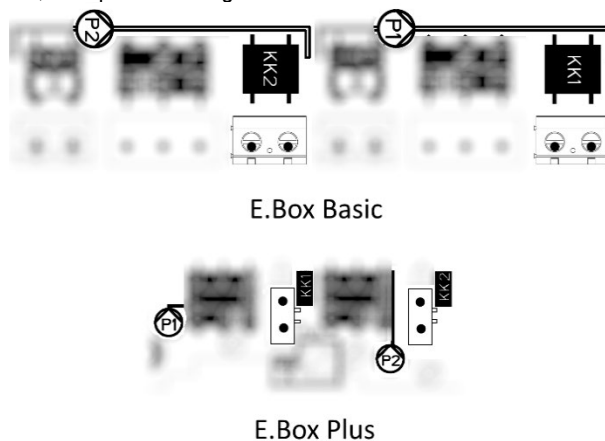

Figure 33 : Entrées protection thermique KK
**Protection thermique des moteurs** : E.box comprend une entrée pour la protection thermique de chaque moteur. Si le moteur utilisé comprend une protection thermique, celle-ci peut être connectée aux bornes KK. Si le moteur ne comprend pas cette protection, un pont doit être créé sur les bornes. Pour l'emplacement des bornes, se reporter à la Figure 33.